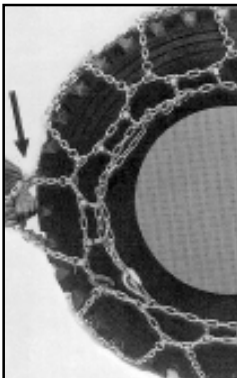

Bild 11-9
- Bild 11-9 zeigt eine voll gelockerte Kette (Prüfung erfolgt in Höhe der Achsmitte). Dadurch ist gewährleistet, daß die Gleitschutzkette unter allen Einsatzbedingungen das Reifenprofil überwandert.
(6) Ramener la partie libre de la **chaîne d'attelage** (11-7/flèche) en arrière et l'enrouler autour de la chaîne d'attelage.
- La figure 11-9 montre une chaîne entièrement relâchée (vérification du relâchement au milieu des essieux). Ce réglage fait que la chaîne antidérapante est en mesure de couvrir toute la sculpture du pneu dans n'importe quelles conditions d'exploitation.
- Fig. 11-9 shows a chain that has been fully loosened (to be checked at the height of the axle center). Loosening the chain fully ensures that the tire chain passes across the tread pattern under all conditions.